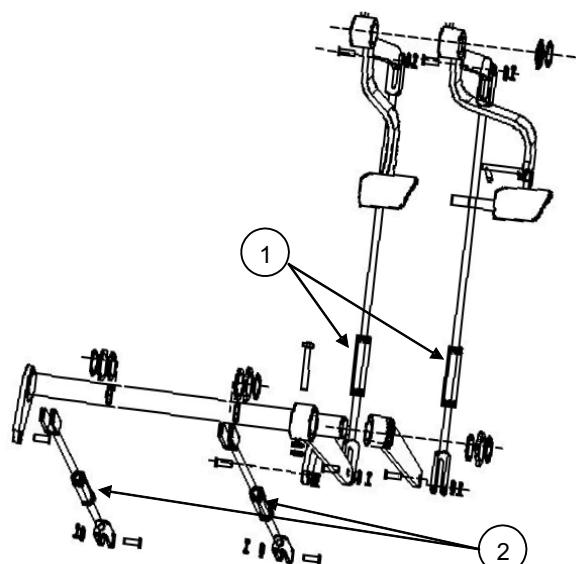

Fig. 5-18
4. Odvrnite navrtku 1 (Fig. 5-18) Regulator 2 (Fig. 5-18) dok ne budete mogli da okrenete točak rukom.
5. Napravite referentnu oznaku navrtkom regulatora 2 (fig. 5-18) na držaču, a potom olabavite regulator za jedan krug, npr. dok se točak ne može okretati slobodno. Sada blokirajte regulator sa kontrolnom navrtkom. 1 (Fig. 5-18).
7. Ponovite istu proceduru za drugu stranu (Fig. 5-18).